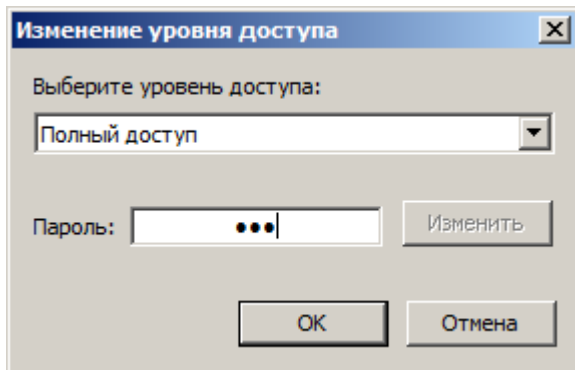

Рис. 6. Изменение уровня доступа
6. Перейти в режим полного доступа. Для этого на панели быстрого доступа кликнуть кнопку «УРОВЕНЬ ДОСТУПА» . В появившемся окне (рис. 6) выбрать уровень доступа «Полный доступ» и ввести пароль «336».